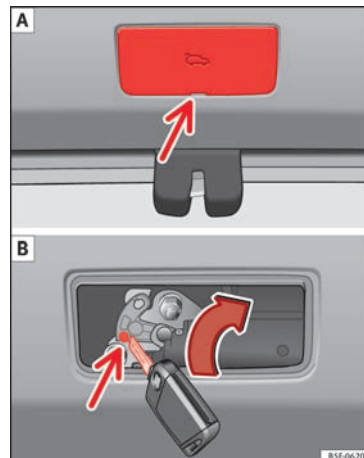

Fig. 7 Udsnit af bagagerummet: adgang til nødoplåsningfunktionen
- Stik en skruetrækker ind i noten, og fjern afdekningen » **Fig. 7 A**.
- Før nøglen ind i den dertil beregnede åbning, og drej den i pilens retning, indtil låsepålen » **Fig. 7 B** frigøres.